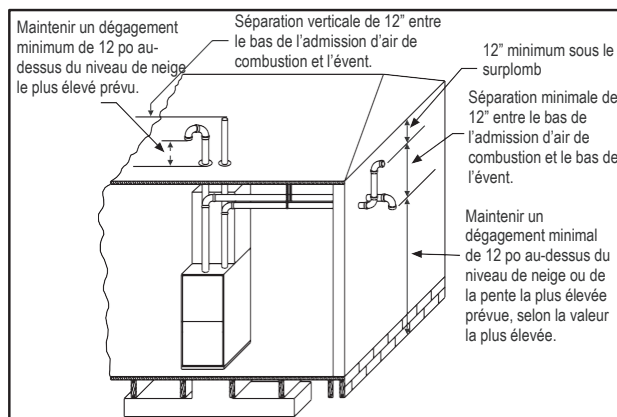
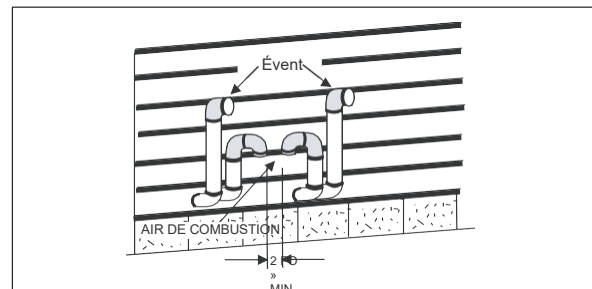

Fig 21 : Configuration de finition - 2 tuyau
Fig 23 : Double entrée d'air de combustion horizontale et terminaison de l'évent
7. Les systèmes d'évent direct doivent être installés de manière à ce que l'évent et les tuyaux d'air de combustion se terminent dans la même zone atmosphérique. Reportez-vous aux figures 21 ou 22.
Le côté air de combustion de la configuration à deux tuyaux illustrée à la figure 21 peut être installé de façon à ce que le tuyau d'air de combustion se termine comme décrit dans les sections air de combustion extérieure ou air de combustion ventilé de ces instructions. Suivez les instructions pour l'air de combustion extérieur ou l'air de combustion ventilé et les instructions pour installer le système d'évent avec l'évent se terminant comme illustré aux figures 23 ou 24. Le système à deux tuyaux doit avoir un tuyau d'air de combustion séparé et un tuyau d'évent séparé pour chaque chaudière. Les deux tuyaux d'air frais ou évent ne peuvent en AUCUN cas être attachés ensemble. Les tuyaux d'air de combustion et d'évent doivent se terminer dans la même zone atmosphérique.
**1. AIR DE COMBUSTION EXTÉRIEUR:** Il s'agit d'une configuration d'événement direct dans laquelle l'air de combustion est fourni par un tuyau en PVC ou en ABS qui est relié au raccord en PVC fixé à la chaudière et qui se termine dans la même zone atmosphérique que l'événement. Ce type d'installation est approuvé sur tous les modèles. Reportez-vous à la figure 23.
**2. AIR DE COMBUSTION AMBIANTE** L'air de combustion est fourni à partir de la zone entourant la chaudière par des ouvertures dans l'enveloppe de celle-ci. Les tuyaux d'air de combustion et d'événement ne sont pas terminés dans la même zone atmosphérique. Reportez-vous à la Figure 21 pour la finition de l'événement. Reportez-vous à la section « Alimentation en air de combustion ambiant » pour une pose correcte. Reportez-vous à la figure 23.